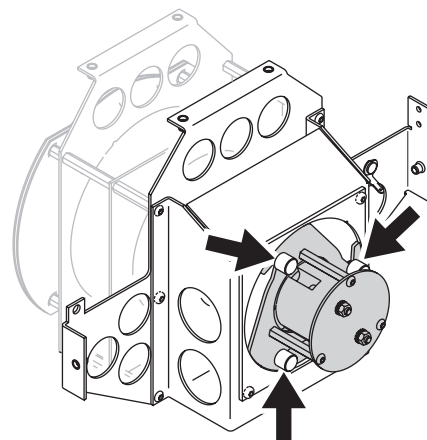

Bild 21: Schrauben der Lampenfassung
6. Siehe Bild 21. Die Lampenfassung befindet sich am hinteren Ende des Effektmoduls. Lösen, aber entfernen Sie die drei Inbusschrauben (Pfeil) der Lampenfassung nicht. Drücken Sie die Lampenfassung leicht in das Modul und drehen Sie die Fassung etwas im Uhrzeigersinn. Ziehen Sie die Fassung aus dem Modul, berühren Sie dabei mit einem evtl. montierten Leuchtmittel keine anderen Komponenten.